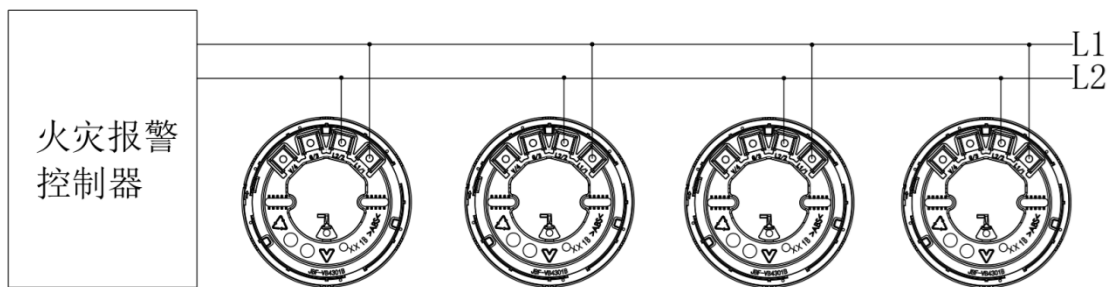

图 2 接线图
- 回路总线 L1/1、L2/2：接线时无极性要求。接线如下图 2 所示。